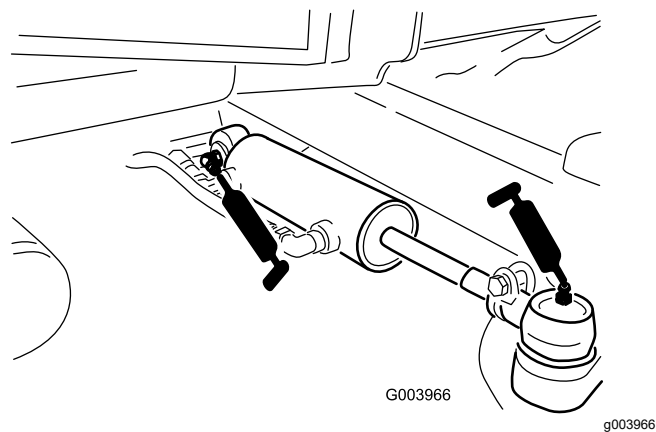

Figura 79
- Rótulas del cilindro de dirección (2) (Figura 79)